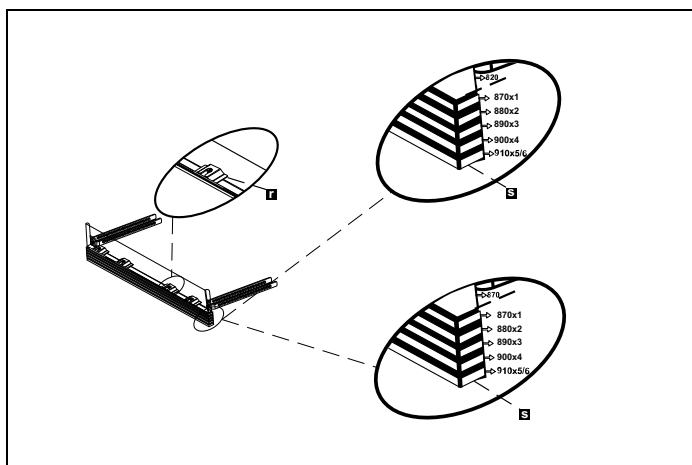

Fig. 22
- 3) Comme illustré dans la Fig. 22, les pieds cylindriques du coup-de-pied réglable sont fixés aux pièces métalliques de fixation du coup-de-pied et insérés à travers la cavité de la pièce.